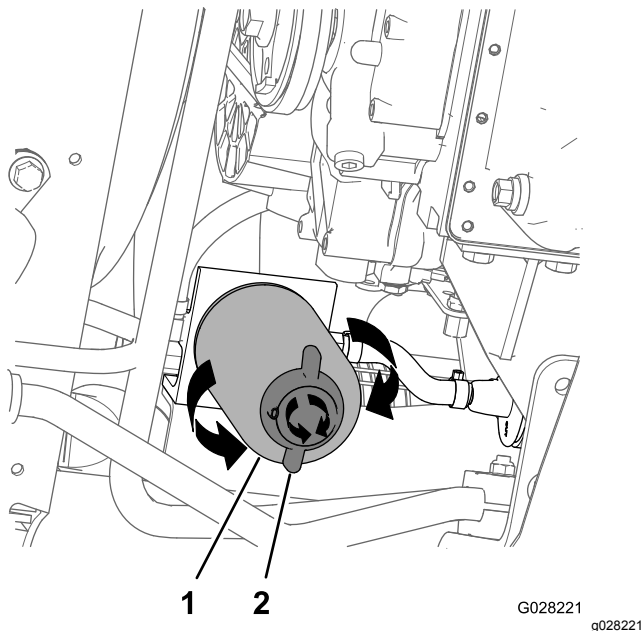

图75
4. 在燃油滤清器下面放置一个放油盘请参阅 更换水分离过滤器 \(页码 48\) 中的 图75。
2. 在水分离过滤器下面放置一个排油盘 图75。
3. 逆时针旋转水分离过滤器底部的排水阀 图75。
4. 清洁水分离过滤器和滤清器安装座周围的区域 图75。
5. 拆下水分离过滤器 图75。
9. 确保水分离过滤器底部的排水阀按照顺时针方向旋转牢牢拧紧 图75。